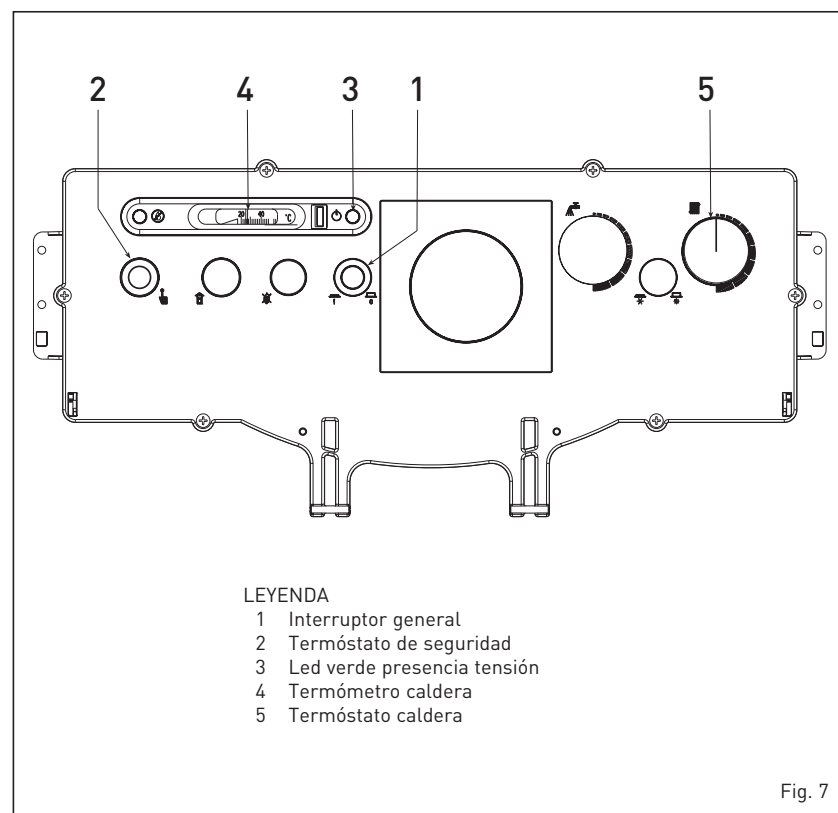

Fig. 7
3.2.1 Encendido caldera (fig. 7)
3.2.2 Termóstato de seguridad (fig. 7)
3.2.4 Apagado caldera (fig. 7)